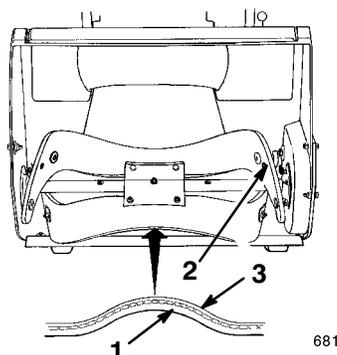

Figure 21
1. Examinez le bord de la pale neuve pour détecter la différence d'épaisseur (Fig. 21). Certaines pales portent un numéro de référence du côté épais.
Montez les pales en dirigeant la couche épaisse vers **l'intérieur** de la courbe (Fig. 21). Si elles ne sont pas montées correctement, les pales risquent d'être déséquilibrées, ce qui fait "sauter" ou "rebondir" la déneigeuse.